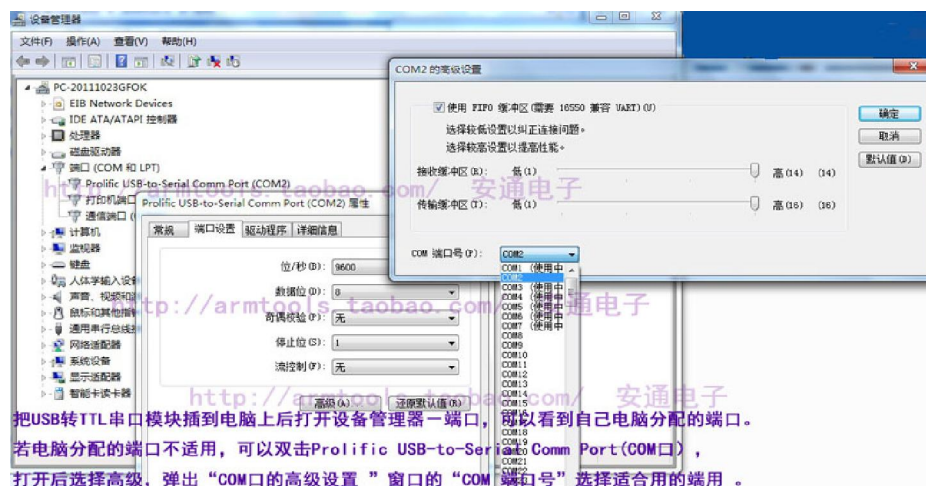

图 6
3、若分配的端口不适合用，所以按以下方法改端口。详见下图 6：